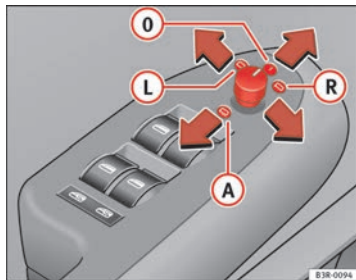

Abb. 105 Ausschnitt aus Armlehne: Drehknopf
- Drehen Sie den Drehknopf in Stellung \Rightarrow Abb. 105 \textcircled{L} (Fahrer Außenspiegel) oder in Stellung \textcircled{R} (Beifahrer Außenspiegel).
Beim Einlegen des Rückwärtsgangs kippt die Spiegelfläche etwas nach unten, wenn auf den Beifahrer Außenspiegel umgestellt ist (Drehknopf in Stellung \textcircled{R} \Rightarrow Abb. 105). Dadurch wird beim Einparken die Sicht zur Bordsteinkante ermöglicht.